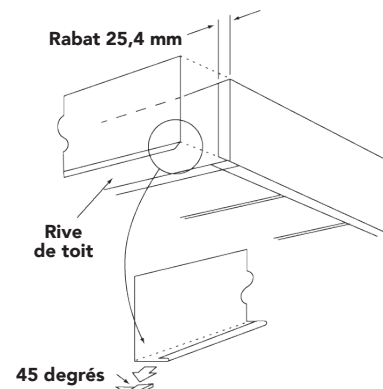

Figure 70
- Sur les coins intérieur et extérieur de la rive de toit, faire chevaucher les rabats sur 25,4 mm (1 po). (Figure 70)